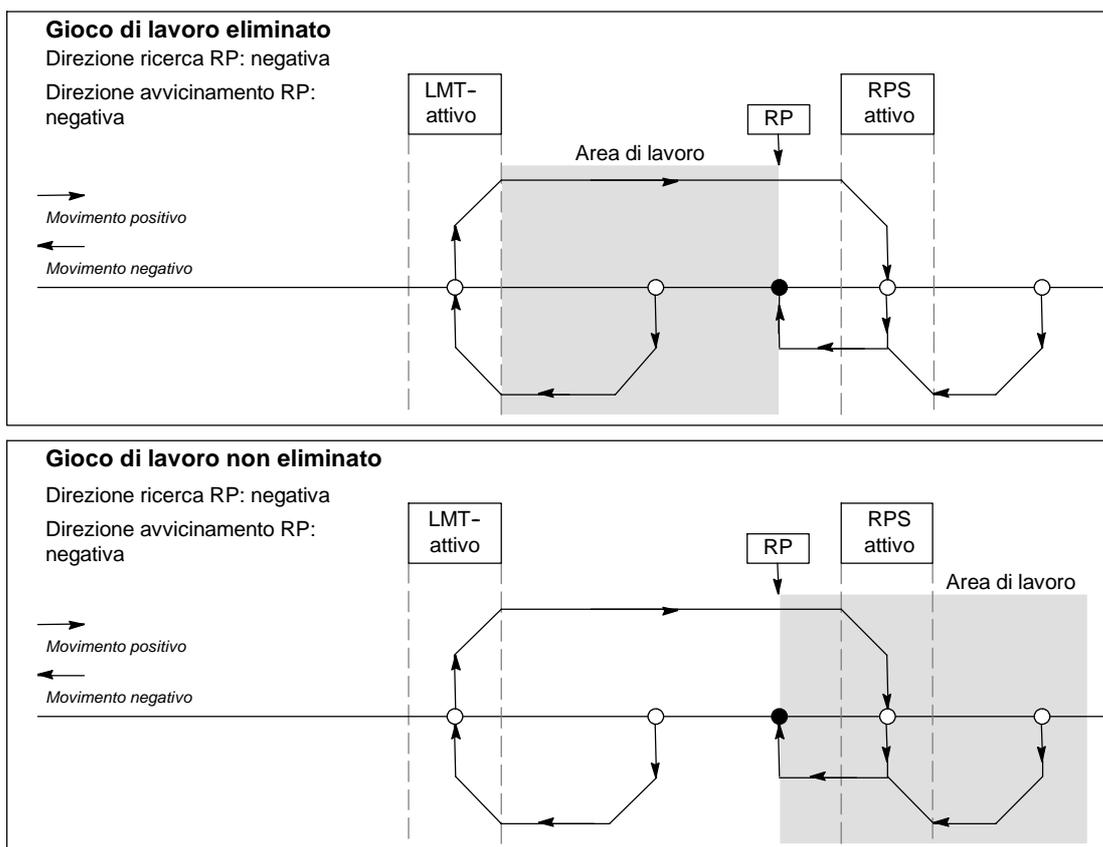

Figura 9-25 Posizionamento dell'area di lavoro con e senza l'eliminazione del gioco di lavoro
La figura 9-25 mostra l'area di lavoro in rapporto al punto di riferimento (RP), all'area attiva dell'RPS e ai fine corsa (LMT+ e LMT-) per una direzione di avvicinamento che elimini il gioco di lavoro. La seconda parte dell'illustrazione mostra l'area di lavoro posizionata in modo da non eliminare il gioco di lavoro. La figura 9-25 illustra il modo di ricerca dell'RP 3. Un simile posizionamento dell'area di lavoro è possibile, nonostante sia sconsigliato, per tutte le sequenze e i modi di ricerca dell'RP.